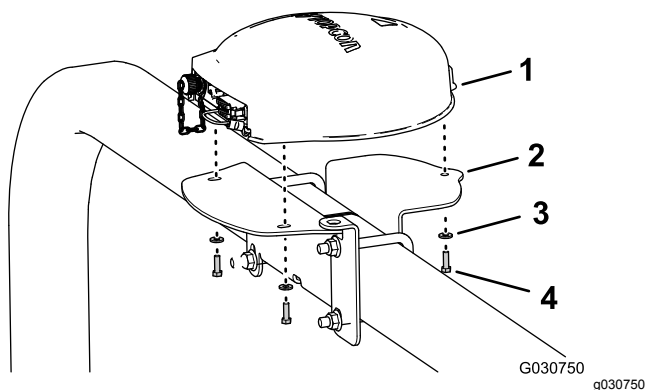

図 151
4. 受信機底部の3本のねじ部を、マウントの3つの穴に合わせる図 151。
5. 受信機をマウント荷台に固定する図 151 六角ヘッドボルト5 x 16mm3本と、ワッシャ5 x 16mm3枚を使用する。